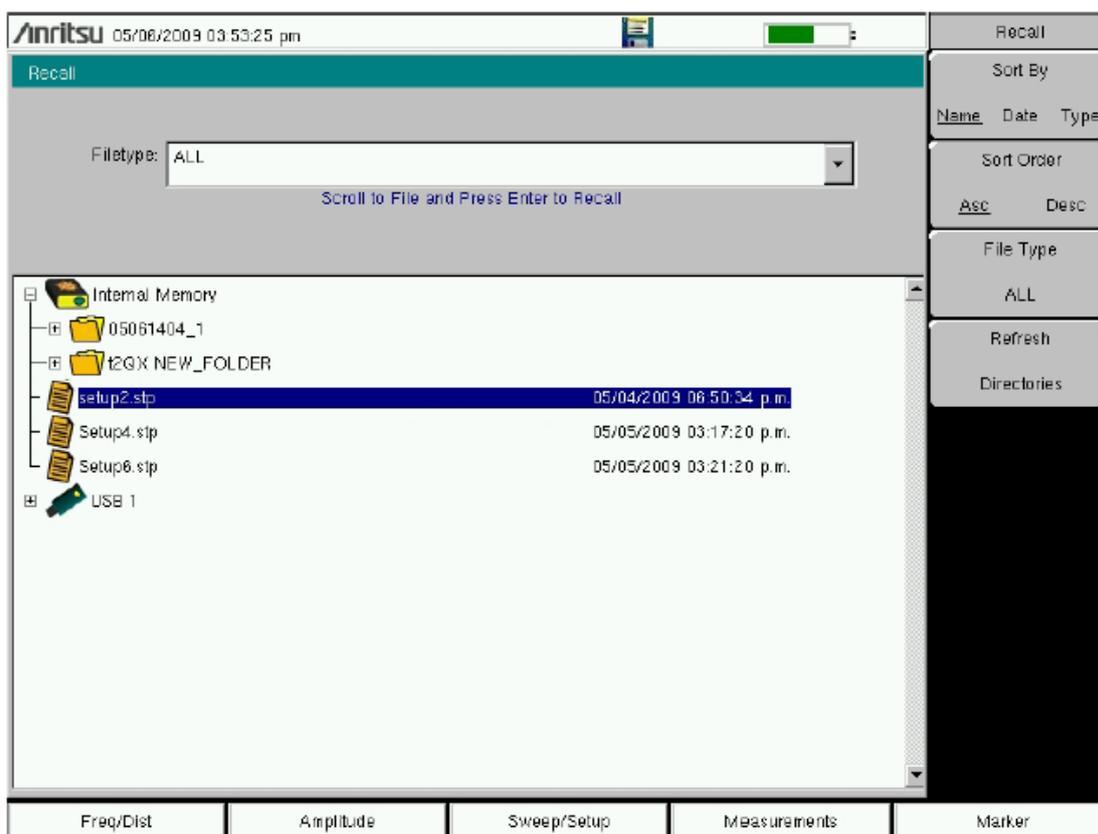

Рисунок 4-13. Диалоговое окно Recall
Данное меню и диалоговое окно (рис. 4-13 на стр. 4-14) используется для просмотра папок и выбора файлов для загрузки в Spectrum Master. Файлы или папки можно выбрать с помощью клавиш со стрелками вверх/вниз, поворотной кнопки или сенсорного экрана. В режимах, в которых главное меню File отсутствует, последовательность нажатия клавиш для меню File также **Shift > File (7)**.